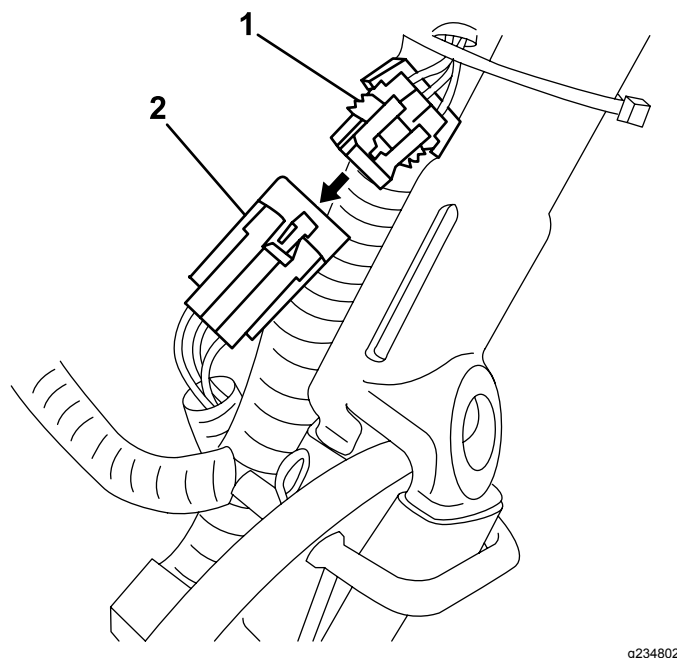

Figure 10
3. Débranchez du faisceau de câblage principal le petit connecteur au bout du faisceau entre la batterie et la machine (Figure 10).